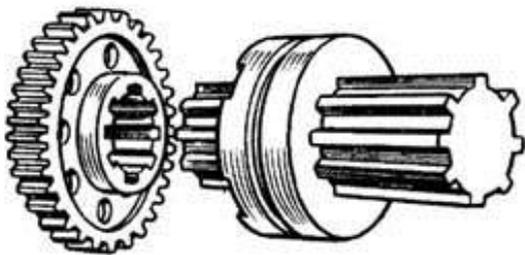

Рис. 33. Шлицевое соединение
4. Шлицевые соединения служат для передачи вращающего момента между валами и установленными на них деталями (рис. 33).